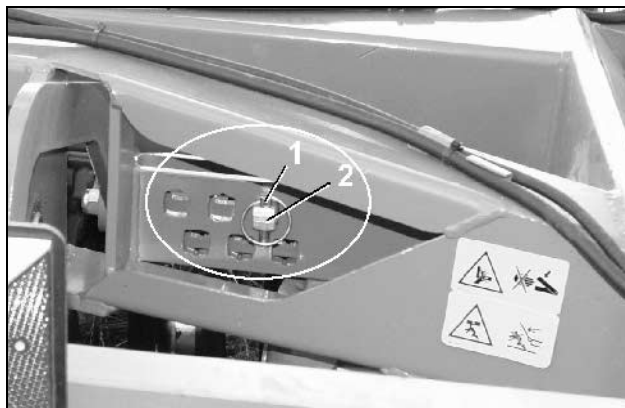

Fig. 29
- Ringsplitten løsnes (Fig. 29/1)
- Ekscenterbolten (Fig. 29/2) placeres i den ønskede position.